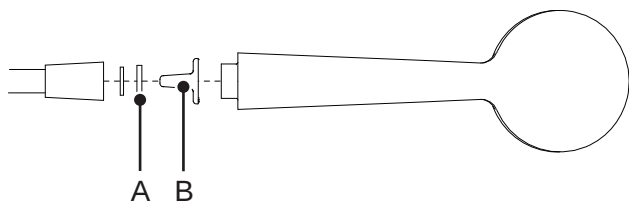

Figure 23
Pour L'Australie uniquement : assembler le joint (A) et le guide (B) entre la douchette et le tuyau. Voir Figure 23.